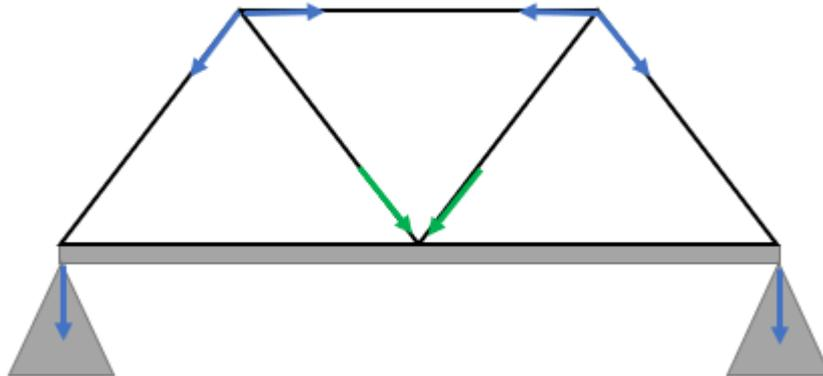

Abbildung 14: Lösung Exkurs Brücken verbinden III Aufgabe 3-d
- d) Schau Dir die Animation zur Kräfteübertragung in einer Fachwerkkonstruktion an und beschreibe wie die Kräfte, die der LKW auf die Brücke ausübt, in den Untergrund abgeleitet werden. Analysiere, um welche Kräfte es sich jeweils bei den verwendeten Farben handelt und zeichne in die Abbildung 14 ein welche Stäbe auf Zug und welche auf Druck belastet werden.